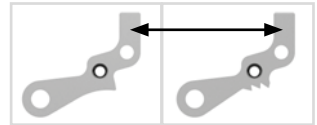

Fig. 41
- 1 Remplacez le cliquet de verrouillage par le cliquet réglable par crans (Fig. 41).